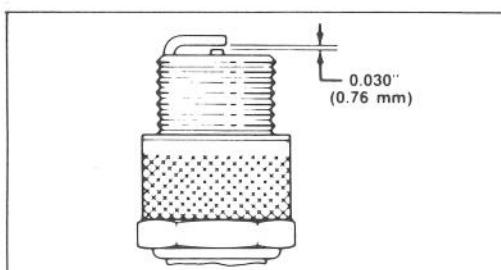

Figure 34
3. Régler l'écartement entre les électrodes de la nouvelle bougie d'allumage à 0,76 mm (Fig. 34). Puis, posez la bougie sur la culasse. Serrez la bougie à 20,4 N.m. En l'absence de clé dynamométrique, serrez la bougie complètement.